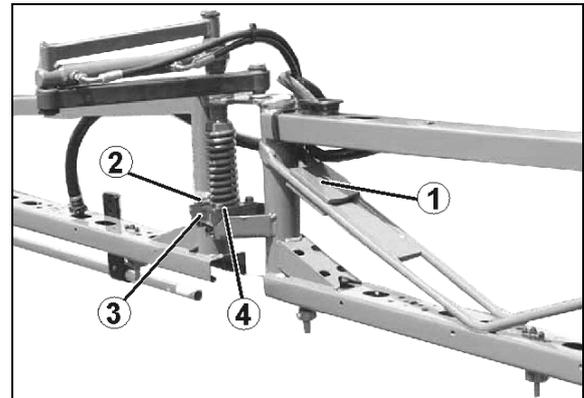

図 180
散布ノズルが地面から同じ高さで平行になっていない場合、スイング補正のロックを解除し、展開したスプレーヤーブームをおもり (図 180/1) で調節する必要があります。おもりはサイドアームに適切に取り付けます。
1. 取り付けブラケット (図 180/3) のねじ (図 180/2) を外します。位置合わせは取り付けブラケットの長穴を通じて直接樹脂製クラッチ (図 180/4) で行います。
3. ねじ (図 180/2) を締め付けます。